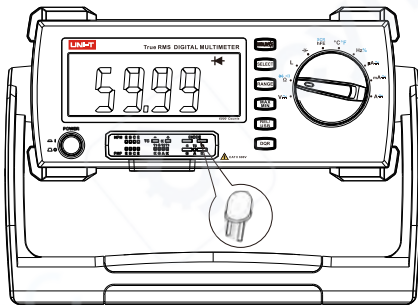

图3
- 使用UT-S03A (Multi-Function Socket) 插到台式机正确的位置: (如图3)